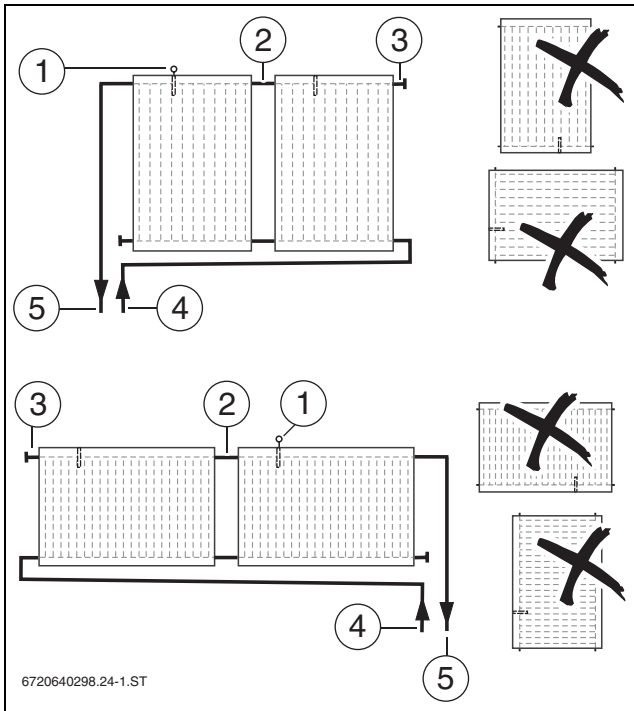

Bild 13 Anordnung senkrechter (oben) und waagerechter (unten) Kollektoren
► Kollektorfeld wechselseitig anschließen (→ Bild 13).
- Für die Kollektormontage berücksichtigen, dass die Tauchhülse für den Kollektorfühler oben liegt (→ Bild 13 [1]).
- Verlegung des Kollektorfühlerkabels so planen, dass der Kollektorfühler (→ Bild 13 [1]) in dem Kollektor mit dem angeschlossenen Vorlauf [5] montiert werden kann.